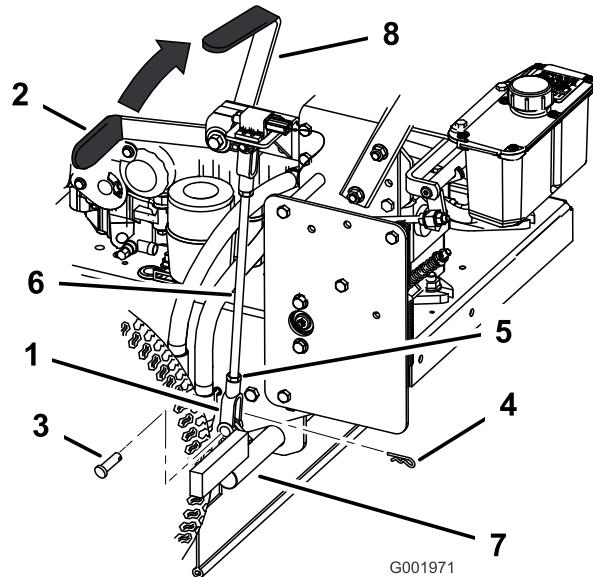

Figure 61
5. Desserrez les écrous de blocage supérieur et inférieur (Figure 61).
6. Pour régler le frein, retirez la goupille fendue et l'axe de chape du levier de frein inférieur (Figure 61).
7. Tournez la tige de frein dans les chapes. Pour serrez le frein, allongez la tige entre les chapes. Pour desserrer le frein, raccourcissez la tige entre les chapes (Figure 61).
desserrer le frein, raccourcissez la tige entre les chapes (Figure 61).
8. Fixez la chape au levier de frein inférieur avec la goupille fendue et l'axe de chape (Figure 61).
9. Serrez les écrous de blocage supérieur et inférieur (Figure 61).